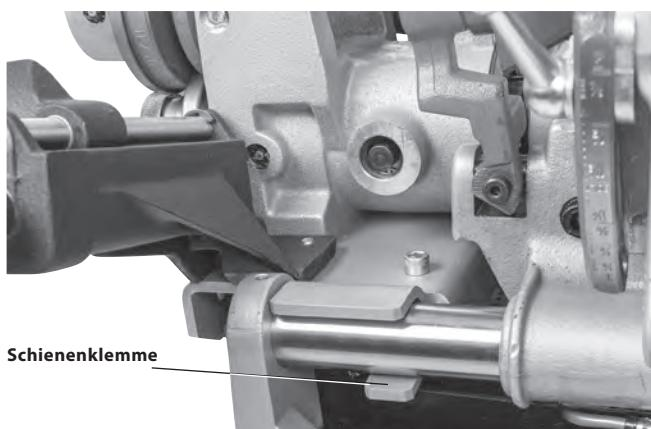

Abbildung 8D - Installation der Schienenklemme
7. Legen Sie die Schienenklemme unter die hintere Schlittenschiene und sichern Sie sie. Siehe Abbildung 8D.